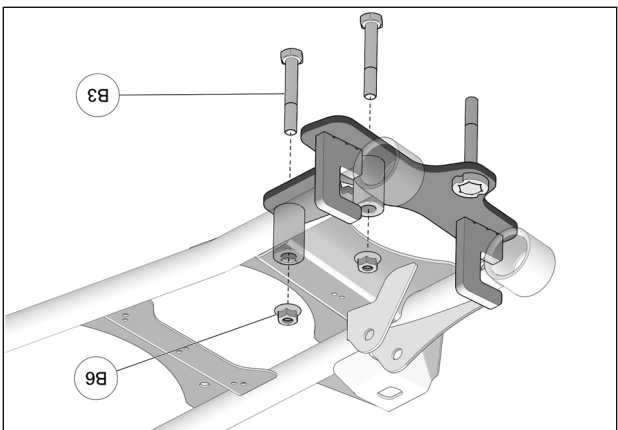

Fig. 8
8. Insérer les boulons M10x70mm (B3) à la plaque d'ancrage, aux espacateurs, et au trou du renfort du bras de suspension pour le boulon arrière. Utiliser les écrous (B6) fournis pour fixer l'assemblage. Serrer à un couple de 50 N•m [37 lb•pi]. Voir la Fig. 8